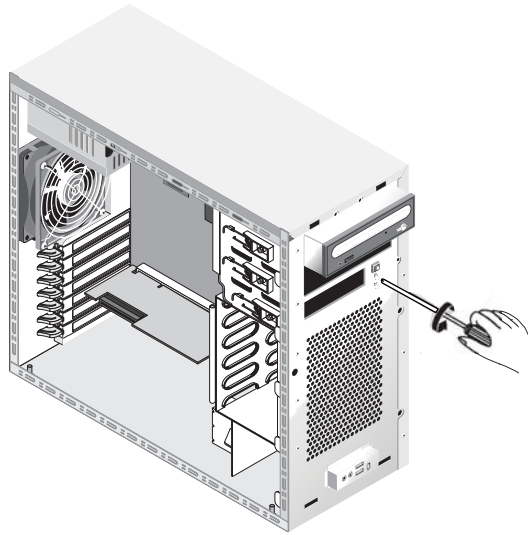

BILD 4-22 Skruva loss manöverpanelen
4. Lossa från chassits framsida den enda skruven som fäster manöverpanelen mot chassits framsida (se BILD 4-22).